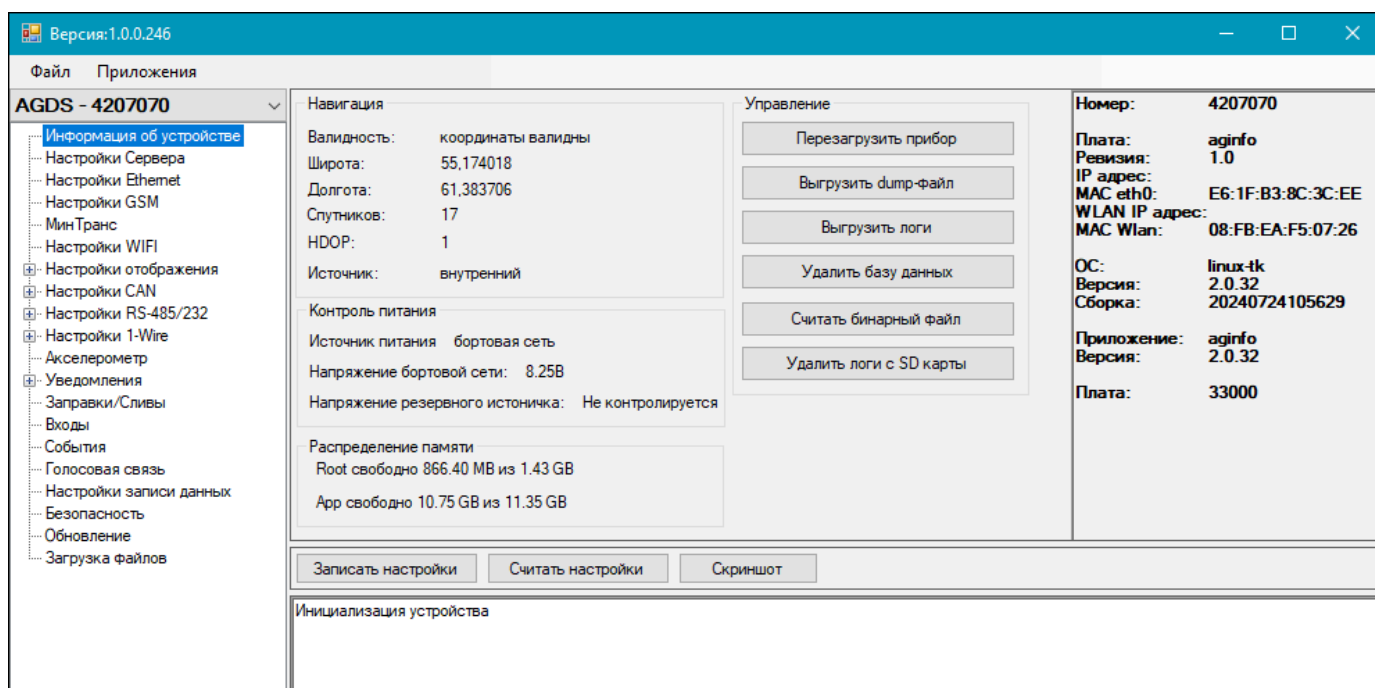

Рис.10. Окно программы-конфигуратора
3. Если драйверы контроллера установлены корректно, то он будет автоматически определен в программе-конфигураторе для АвтоГРАФ-ИНФО S (**Рис.10**).